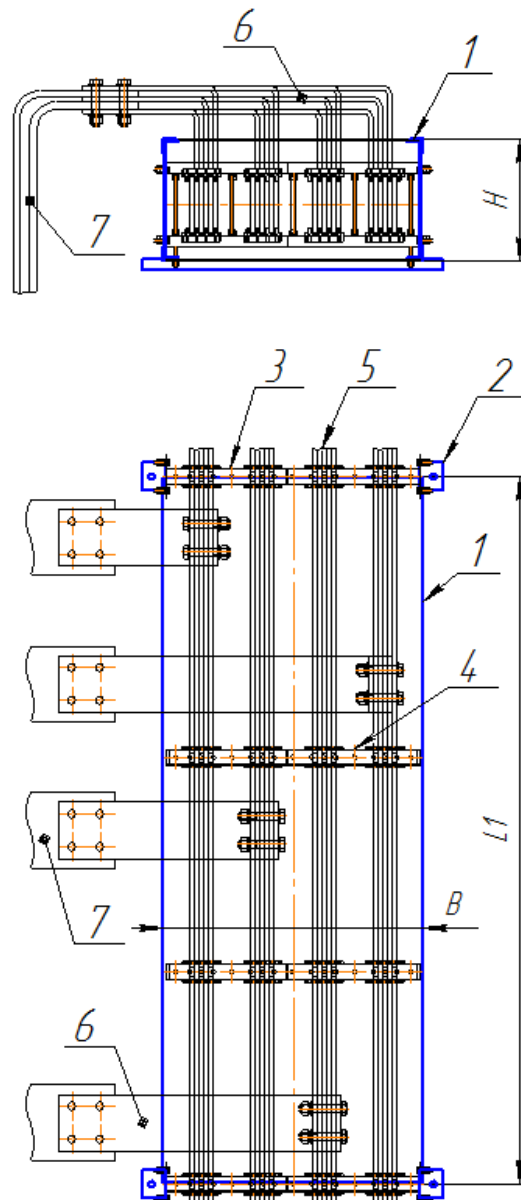

Рисунок 6. Секция присоединительная ШВ2-П1-1500
**ШВ2-П1-1500** – секция присоединительная, длина 1500 (Рис. 6);